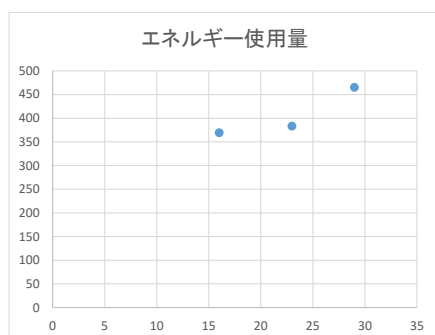

図 10 散布図
(2) プルダウンメニューの挿入>グラフと進み、点だけがプロットされた散布図にカーソルを当て、左クリックすると図 10 のような散布図が得られます。
(3) 軸の書式設定で、図 10 のように X 軸、Y 軸の最小値は、「0」にして、回帰線と軸の交点がどこにあるかを、見るようにしてください。
(4) 図 10 のプロットのマークにカーソルを当てて、左クリックをするとプロットのマークが「●」から「✕」に変わります。そのまま、右クリックをすると、プルダウンメニューが表示されるので、メニューの中から「近似曲線の追加」を選択し、「近似曲線の書式設定」メニューが表示されます。